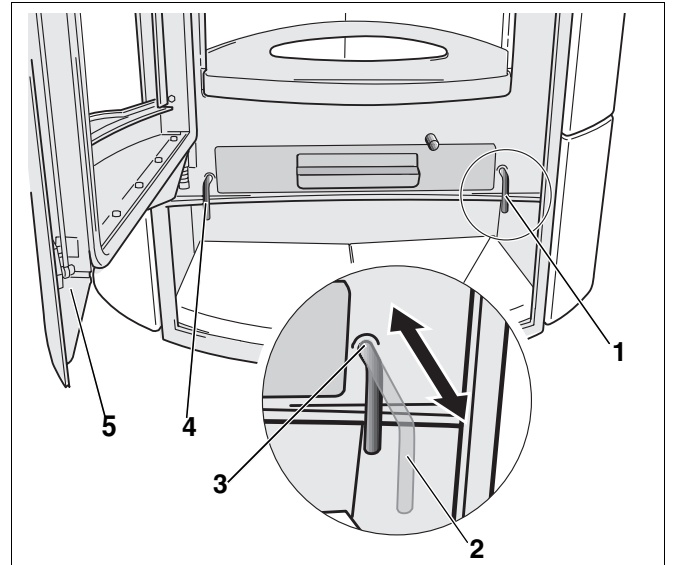

Abb. 17 Primär- und Sekundärluftschieber
- Stellen Sie den Schieber der Primärluftzufuhr (Abb. 17, **Pos. 1**) und den Schieber der Sekundärluftzufuhr (Abb. 17, **Pos. 4**) auf Stellung „Auf“ (Abb. 17, **Pos. 3**).
- Öffnen Sie die Feuerraumtür (Abb. 17, **Pos. 5**).
- Lassen Sie die Sekundärluftzufuhr (Abb. 17, **Pos. 4**) geöffnet und regulieren Sie die Primärluftzufuhr (Abb. 17, **Pos. 1**) nach Bedarf.